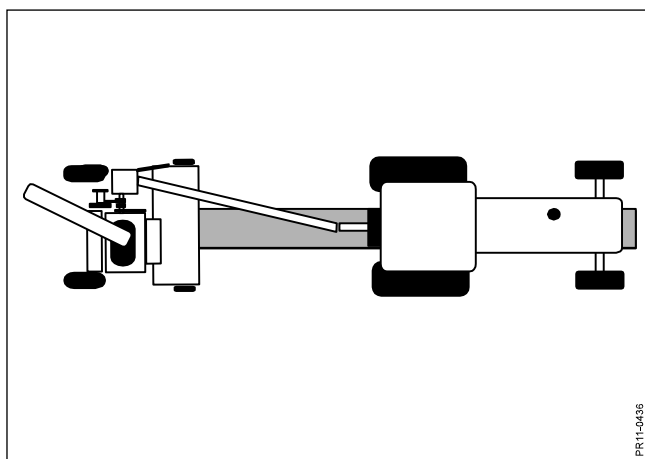

Fig. 6-11
- Fig. 6-11** 3) Snitteren arbejder her in-line, idet traktoren kører henover det lagte skår. Denne teknik er selvsagt bedst velegnet til opsamling af enkeltskår, da man skal undgå at traktoren kører i afgrøden. Teknikken er stadig egnet til aflæsning til begge sider, og bringer traktorerne tæt på hinanden.
FORSIGTIG: KO-akslen må maksimalt arbejde med en afvinkling på 20°. Ved skarp drejning til højre, anbefales det derfor at trækstangen svinges ind til transportstilling, eller det der svarer til at arbejde in-line (se Fig. 6-11).